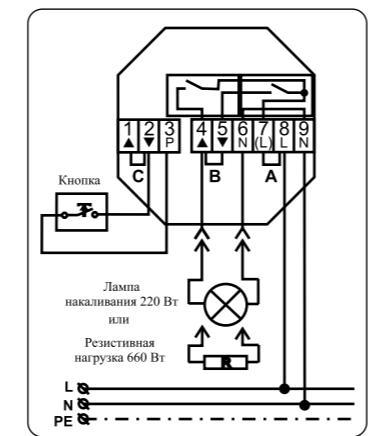

Рисунок 3. Схема подключения к осветительным приборам и электрической нагрузке.
- Установить перемычку (обозначение «B», см. рис. 3) между контактами 4 и 5 устройства.